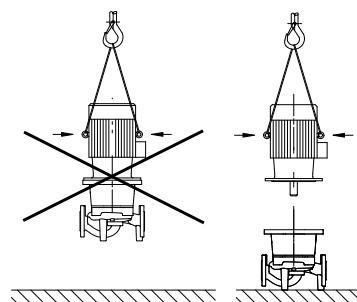

Fig. 7: Транспортировка электродвигателя
- Проушины для транспортировки на электродвигателе служат только для транспортировки электродвигателя, транспортировка всего насоса с их помощью недопустима (Fig. 7).